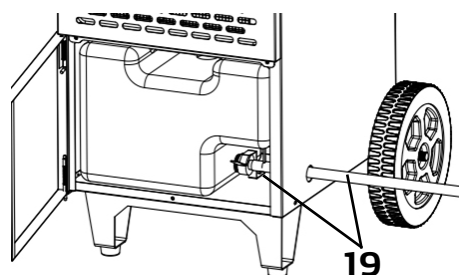

Abb. 10
- Den mitgelieferten Ablaufschlauch (19) durch das seitliche Loch im Gehäuse führen und auf den Ablaufstutzen stecken (Abb. 10)